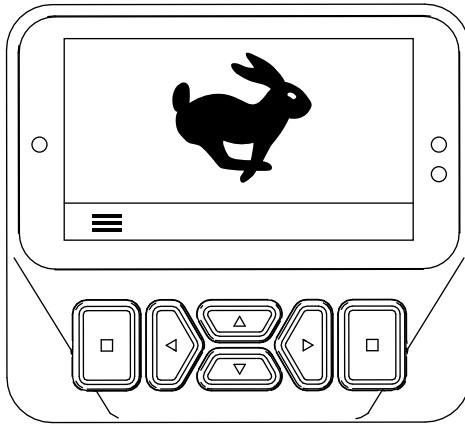

Figura 77
**Nota:** L'InfoCenter mostra l'icona TRASPORTO (Figura 77).